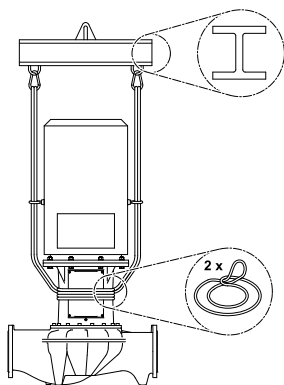

Fig. 32: Positionnement des élingues de charge
- Pour la soulever à l'aide de la grue, la pompe doit être entourée de courroies appropriées comme illustré à la Fig. 32/33. Placer la pompe dans des boucles se resserrant sous l'effet du poids propre de la pompe.